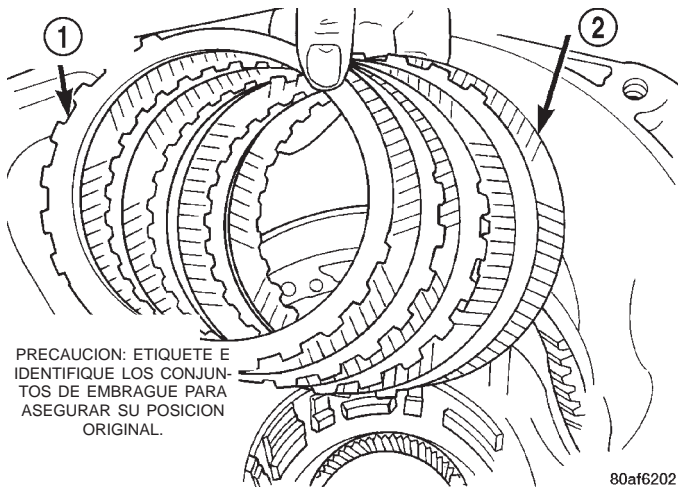
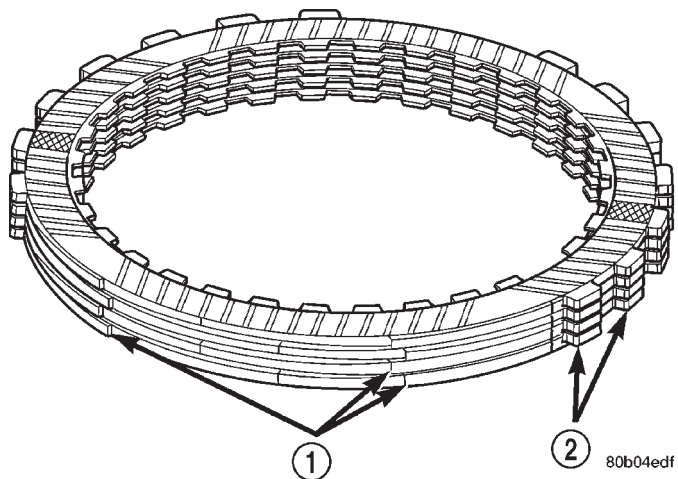

Fig. 124 Instalación del conjunto de embrague de 2-4
Fig. 125 Planchuelas de placa de embrague de 2-4 escalonadas
(44) Instale el conjunto de embrague de 2-4 (Fig. 124), escalonando las planchuelas de la placa de embrague como se muestra en la (Fig. 125).